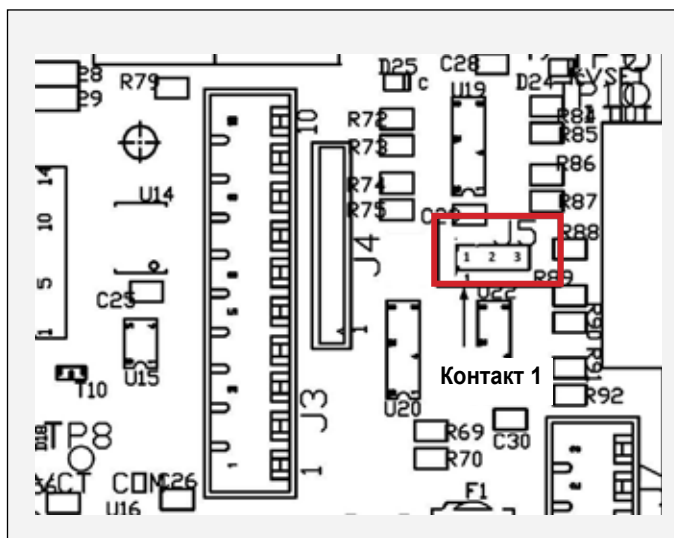

Рис. 14: Расположение перемычки J5 на материнской плате ПК
4. Убедитесь, что показанная на рис. 14 перемычка J5 замыкает контакты 1 и 2.